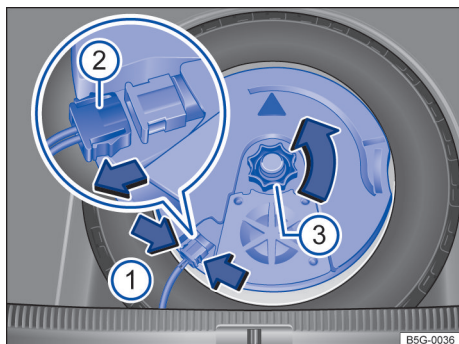

图 241 行李厢内：拆下重低音扬声器
- 用手捏住定位凸缘→图 241（箭头 ①）并压紧到止位，并断开连接插头 ②。
- 拔出连接插头 ②，并将拔出的导线放置一边。
- 将手轮 ③ 沿箭头方向拧出。